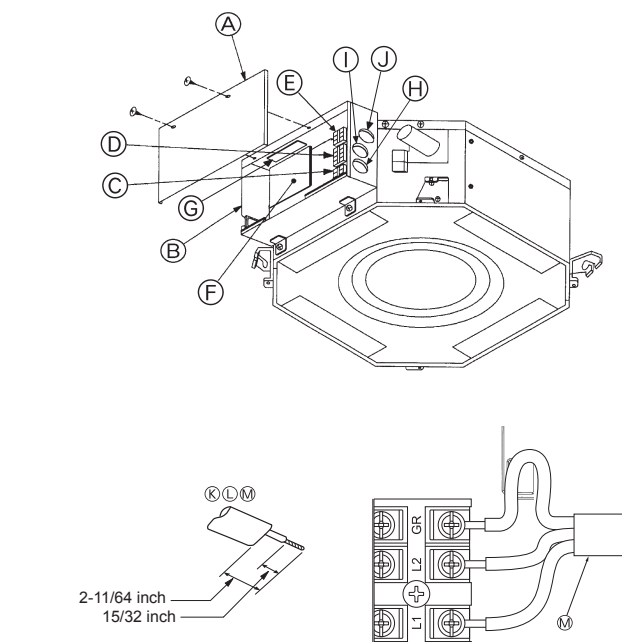

Fig. 5-1
5.1. Appareil intérieure (Fig. 5-1)